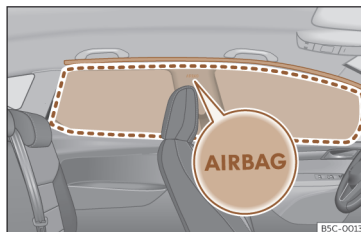

Fig. 33 Localização dos airbags da cabeça.
Os airbags da cabeça estão localizados de ambos os lados do habitáculo, por cima das portas >>> **Fig. 33** e estão assinalados pelo logo «AIRBAG».
Ao ativar-se, o airbag da cabeça ocupa a zona assinalada (raio de alcance) >>> **Fig. 33**. Por este motivo, nunca se deverá colocar ou fixar objetos nesta zona >>> **⚠**.
- Assegure-se de que as crianças viajam sentadas corretamente nas suas cadeiras e não colocam a cabeça na zona de insuflação dos airbags para a cabeça >>> **Fig. 33**, uma vez que, se os airbags disparassem, estes poderiam bater-lhes e causar-lhes lesões graves.